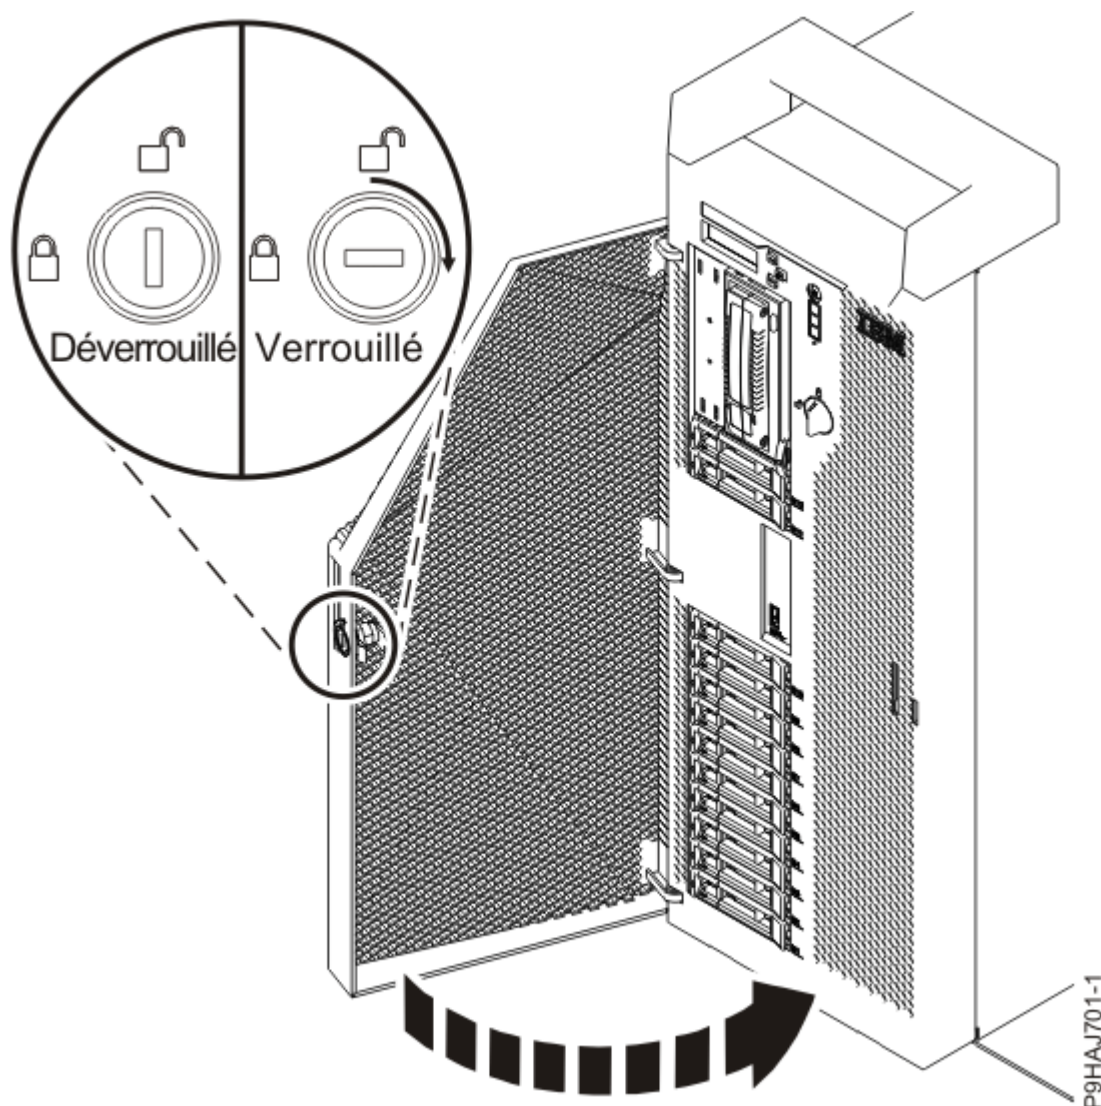

Figure 137. Verrouillage du volet avant
- e) Fermez le volet avant. Insérez la clé du volet avant dans le verrou, comme illustré dans la Figure 137, à la page 144. Tournez la clé vers la droite (dans le sens des aiguilles d'une montre) afin de verrouiller le volet. Horizontal correspond à la position verrouillée ; vertical correspond à la position déverrouillée.